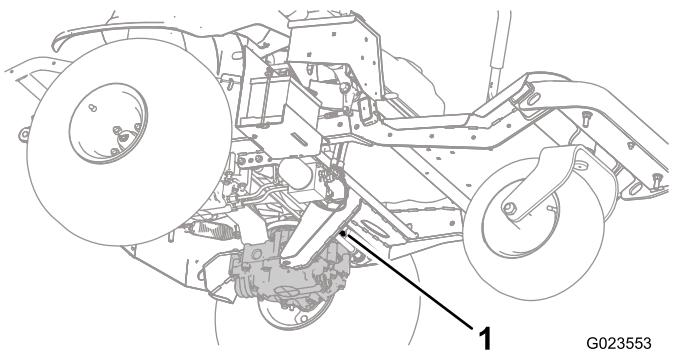
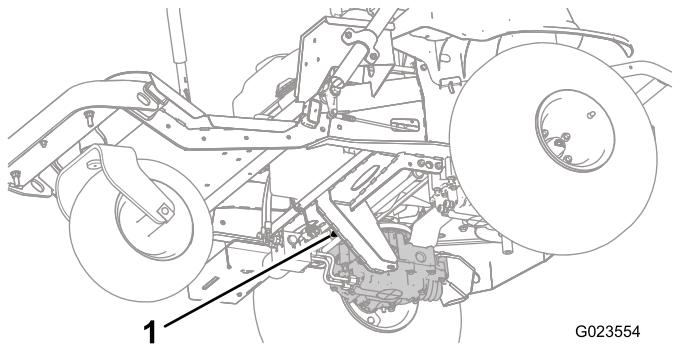
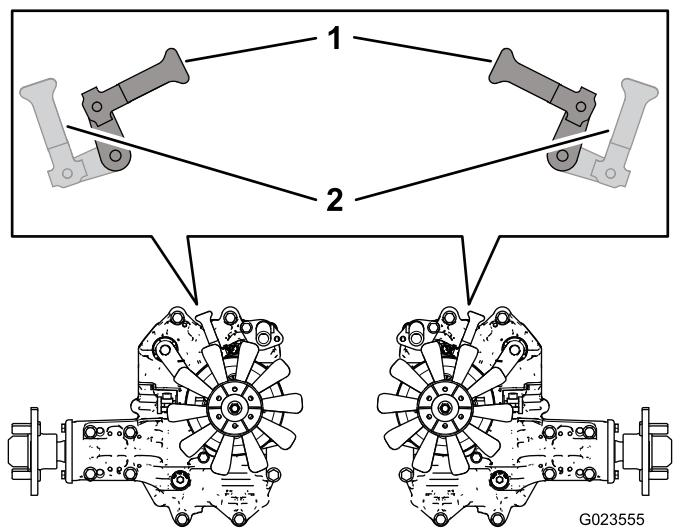

Figura 27
Figura 28
Figura 29
2. A partir da parte inferior da máquina, rode as alavancas da válvula de distribuição (Figura 27 e Figura 28) para que apontem para dentro, na direção do centro da máquina (Figura 29), e desengate o travão de estacionamento; consulte Utilizar do travão de estacionamento (página 21).
3. Quanto tiver terminado de empurrar ou rebocar a máquina, rode as alavancas da válvula de distribuição para que apontem para a pare da frente da máquina, para permitir a condução da máquina (Figura 29).